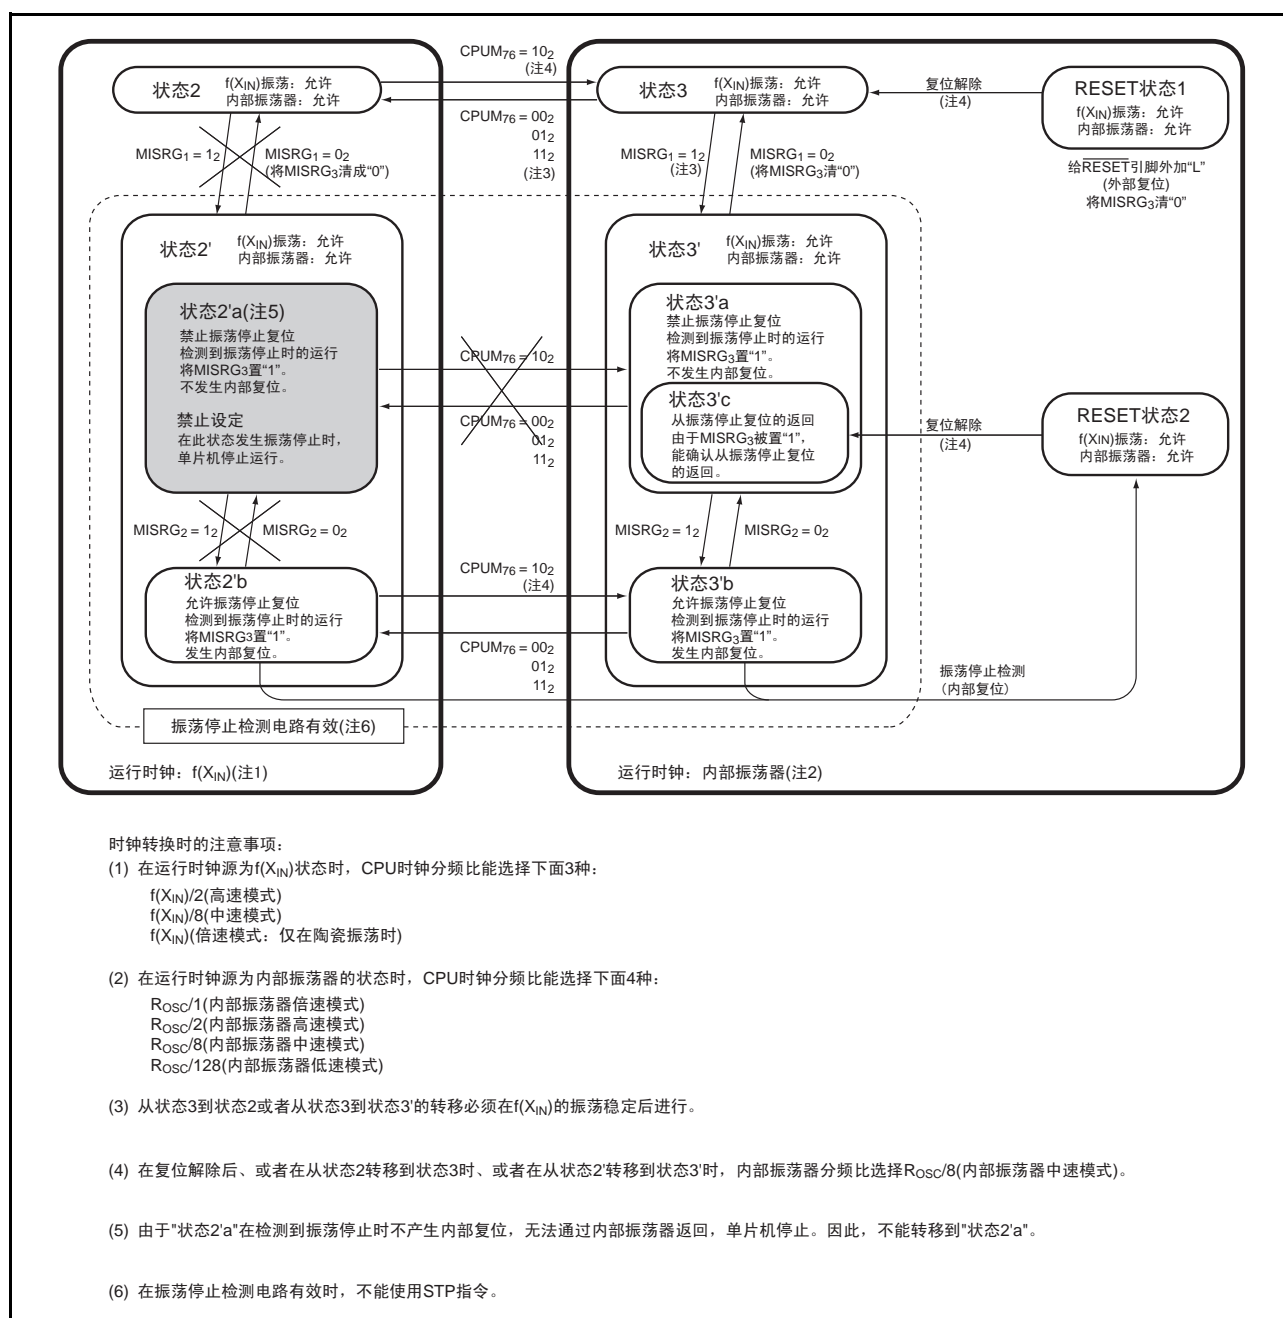

图 81 振荡停止检测电路的状态转移图
根据 CPU 模式寄存器的时钟分频比选择位（bit7、bit6）、 X_{IN} 振荡控制位（bit4）以及内部振荡器振荡控制位（bit3）的设定值，时钟发生电路能实现如图 81 所示的状态转移。
1. 由于在“图81 振荡停止检测电路的状态转移图”所记载的“状态2' a”，即使XIN的振荡停止，也不产生复位，并且单片机停止，因此不能转移到“状态2' a”。